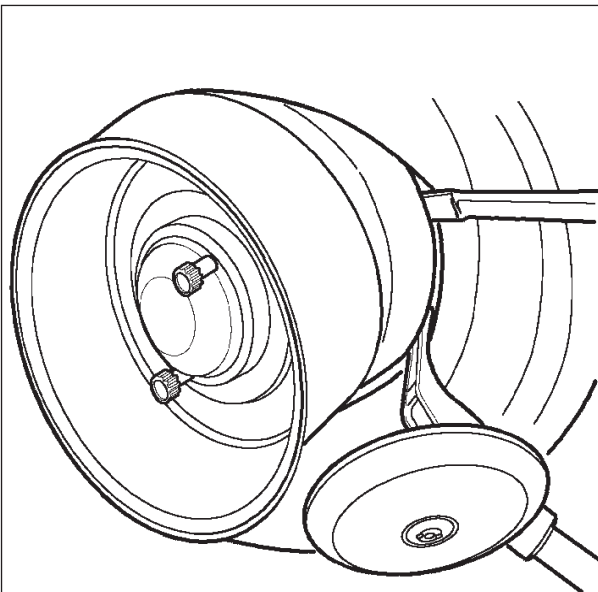

Fig.33
13) Inserire la leva tra cerchio e tallone sulla destra dell'utensile (vedi Fig. 33).
13) Insert lever between rim and bead at the right of the tool (Fig.33)